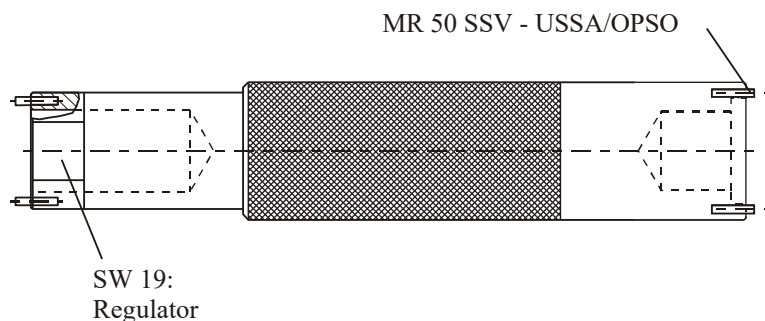

Рисунок 10 – Универсальный ключ для настройки регуляторов давления газа серии MR(заказной №73015122)
7.2.8 Для осуществления работ, связанных с настройкой и регулировкой технических параметров регулятора, рекомендуется использовать спец.инструмент (см.рис.10). В стандартный комплект поставки не входит.